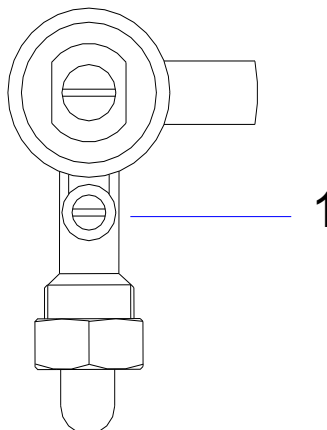

Abbildung 8
- b) Durch die Öffnung des Deckels der Bedienungselemente, stecken Sie einen Schraubenzieher ein und drehen Sie die Schraube (1) **Abb. 8** im Uhrzeigersinn, um die Mindestleistung zu verringern oder gegen den Uhrzeigersinn, um die Mindestleistung zu erhöhen.